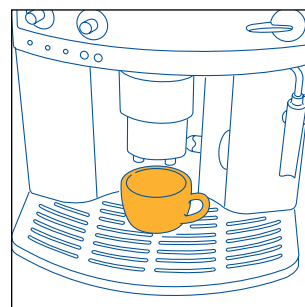
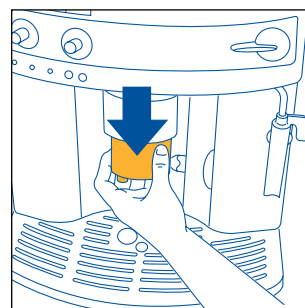

Fig. 9
Fig. 11
- 4) Zet een of twee kopjes onder de spuitmonden, naargelang u 1 of 2 kopjes koffie wilt zetten (fig. 9 en 10). Om een mooie crème op de koffie te bekomen, worden de kopjes zo dicht mogelijk tegen de spuitmonden gehouden door het afgifteblok te verlagen (fig. 11).